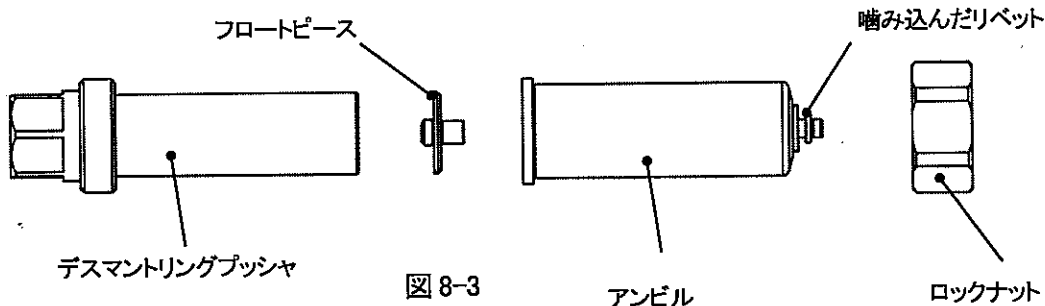
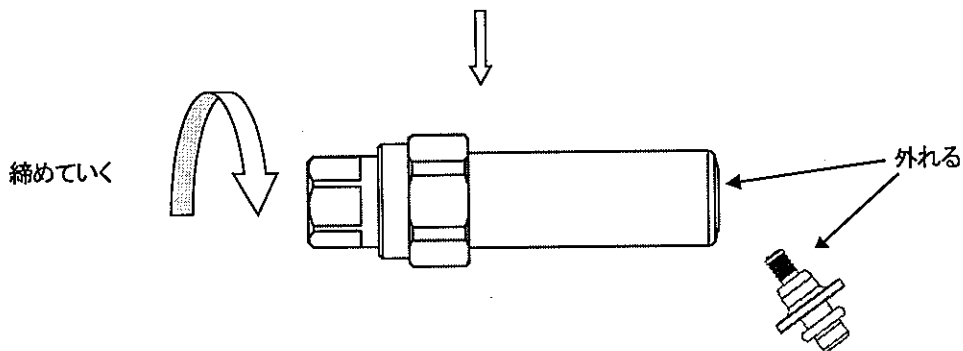

図 8-3
図 8-4
(2)アンビルをツールに取り付ける要領でフロートピースを組み込み、フロートピース側から付属の工具(ディスマントリングプッシャ)を挿入し(図 8-3)、ロックナットと工具を締め付けていくと噛み込んだリベットが外れます(図 8-4)。